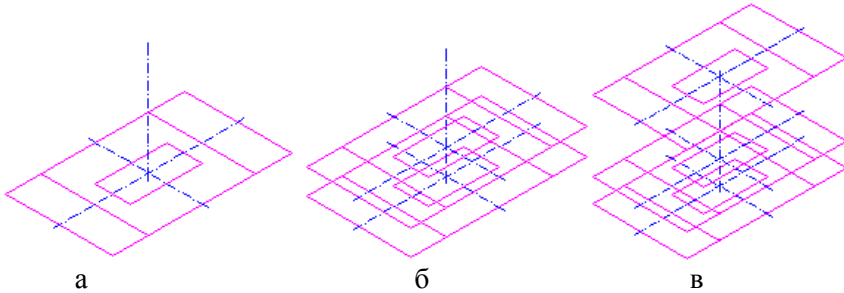

Рисунок 2.2 – Побудова нижньої основи та її копіювання
2.5 Побудова зображення нижньої основи деталі (рис. 2.2а):
2.8 Копіювати побудоване зображення низу основи деталі разом з аксонометричними осями вздовж вісі Z (рис. 2.2б):  → виділити контур низу основи деталі разом з внутрішнім прямокутником та аксонометричними осями  $\leftarrow 0,0 \leftarrow 0,22 \leftarrow$ .
Повторити копіювання (рис. 2.2 в) контуру на повну висоту деталі:  → виділити контур низу основи деталі разом з внутрішнім прямокутником та аксонометричними осями  $\leftarrow 0,0 \leftarrow 0,90 \leftarrow$ .